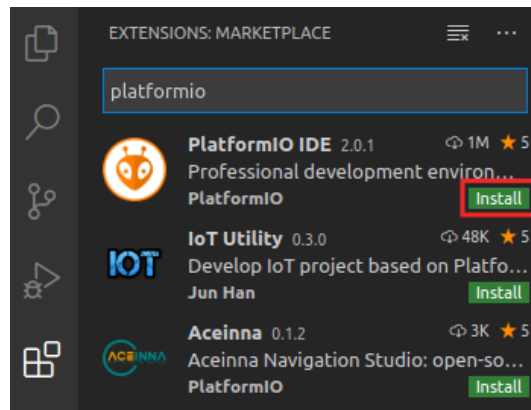

Figura 31. Extensão PlatformIO IDE
- d. Escreva *PlatformIO* na caixa de pesquisa e instale o PlatformIO IDE clicando no botão de instalação junto a ele (Figura 31).